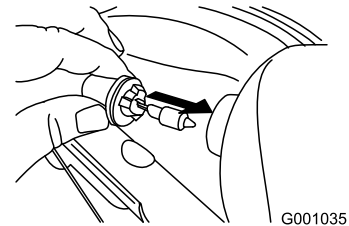

Bild 56
4. Setzen Sie eine neue Glühbirne hinten am Scheinwerfer ein (Bild 56).